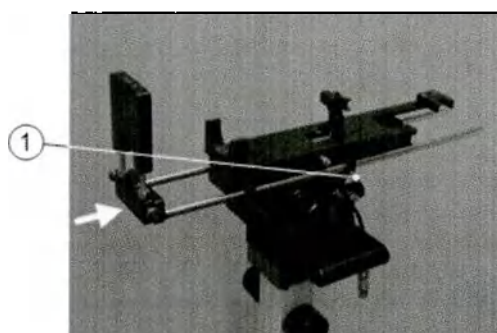

Рис. 6.8. Установка сетки
- 13 Задвиньте направляющие с сеткой шаблона и затяните ручки (рис. 6-8, цифра 1).